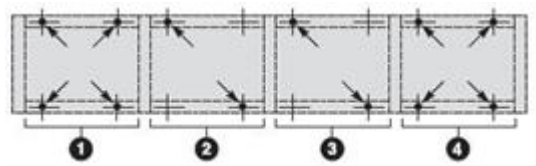

图 4-2
- 放置第一面柜体，并用 4 个 M10 定位螺栓固定在安装面上。（见图 4-2）